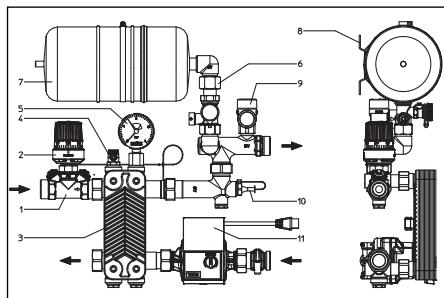
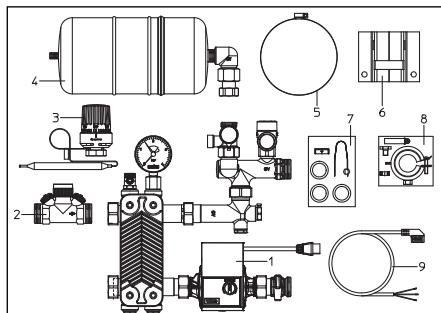

Fig. 5.1 Dettaglio del gruppo „Regufloor HX“
Fig. 6.1 Componenti inclusi nella fornitura
- Montare la valvola di regolazione „Hycoccon HTZ“ (Parte 2, Fig. 6.1) nella mandata del lato primario del gruppo (Parte 1, Fig. 6.1).
- Inserire il gruppo premontato (Parte 1, Fig. 6.1) con il kit di montaggio (Parte 8, Fig. 6.1) nella cassetta ad incasso.
- Avvitare il vaso di espansione a membrana (Parte 4, Fig. 6.1) sulla valvola a cappa (Parte 6, Fig. 5.1) e fissarlo con la fascetta di fissaggio e con la piastra di arresto (Parte 5 e 6, Fig. 6.1) alla guida della cassetta ad incasso.
- Avvitare il regolatore di temperatura (Parte 3, Fig. 6.1) sulla valvola di regolazione „Hycoccon HTZ“ e inserire il sensore nel pozzetto installato nella mandata del lato primario (Parte 10, Fig. 5.1) e fissarlo con la vite. Accertarsi che il tubo capillare non sia piegato o schiacciato.